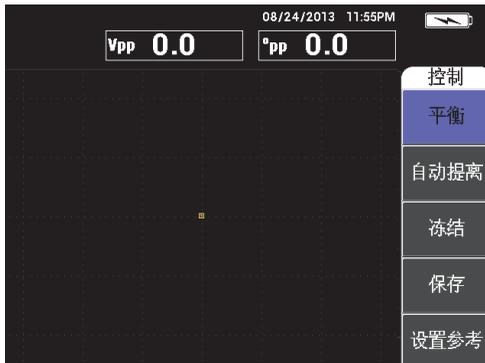

图 4-9 显示在仪器右侧的控制
3. 转动旋钮, 选择**开启**, 然后按主菜单滤波器菜单键 (  ), 显示仪器右侧的控制 (参见第 79 页的图 4-9)。